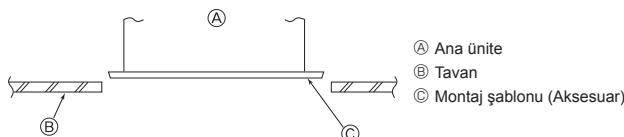

Fig. 2-7
2.6. Ana ünitenin konumunun doğrulanması ve askı civatalarının sıkılması (Fig. 2-7)